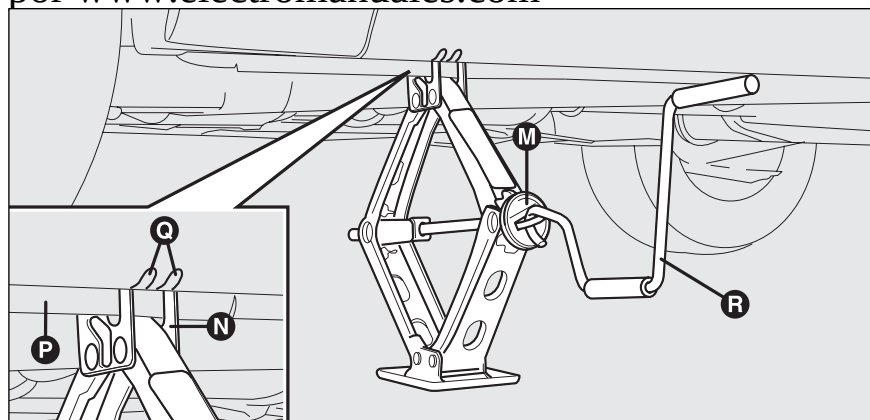

fig. 7
□ accione el dispositivo **M-fig. 7** para abrir el gato hasta que la ranura **N** en la parte superior del gato se introduzca correctamente en el perfil inferior **P** ubicado en el chasis en correspondencia a la indicación **Q** (a unos 72 cm del centro de la rueda delantera, o bien, a 75 cm del centro de la rueda trasera);
□ introduzca la manivela **R-fig. 7** para permitir accionar el gato y levante el coche hasta que la rueda se alce del suelo de algunos centímetros;
- ☐ accione la manivela **R-fig.7** para bajar el coche y quite el gato;